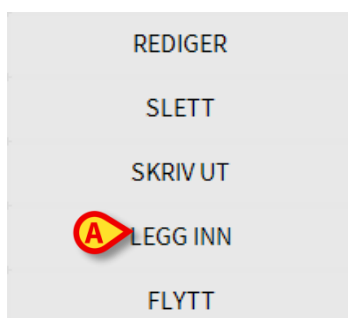

Fig 71
Det åpnes en nedtrekksmeny med ulike valg (Fig 71).
- Klikk på **Legg inn** knappen (Fig 71 A).